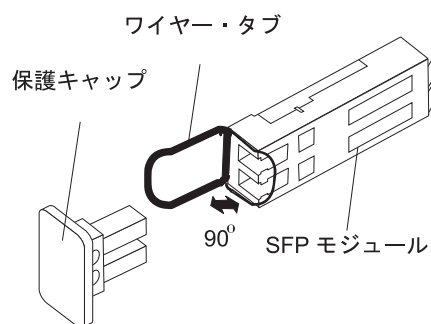

図 25. SFP モジュールおよび保護キャップ
2. 図 25 に示すように、SFP モジュールから保護キャップを取り外します。将来の利用に備えて、保護キャップを保管しておきます。
2. 必要があれば、52 ページの図 25 に示すように、SFP モジュールから保護キャップを取り外します。将来の利用に備えて、保護キャップを保管しておきます。